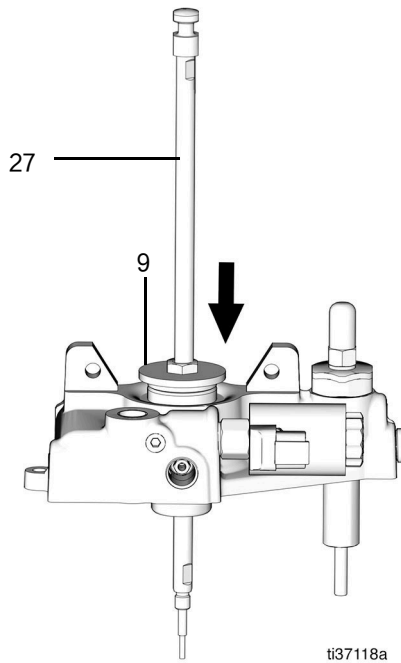

图 54
- 在泵杆 (27) 上涂一层薄薄的润滑脂，然后通过固定螺母 (9) 的孔将其推入泵外壳 (图 54)。